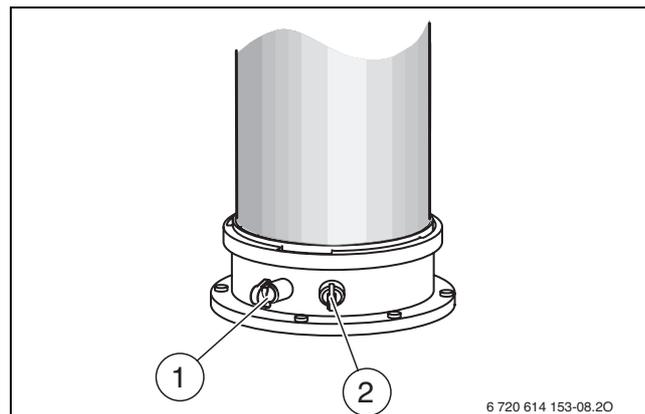

Fig. 43
- ▶ Rimuovere il tappo sul manicotto di misurazione dell'aria comburente [2] (→ fig. 43).
- ▶ Rimuovere il tappo dal manicotto di misurazione dei gas combustibili [1] (→ fig. 43).